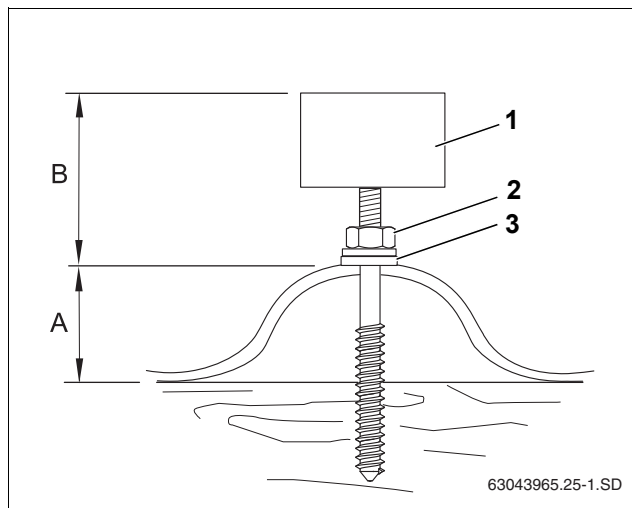

Рис. 24 Шпилька, установленная на крыше с покрытием волнистыми листами
Размер В (таб. 7 и рис. 24) должен быть одинаковым для всех шпилек.
- ▶ Закрутите гайку (рис. 24, [2]) до полного прилегания к крыше уплотняющей шайбы (рис. 24, [3]).